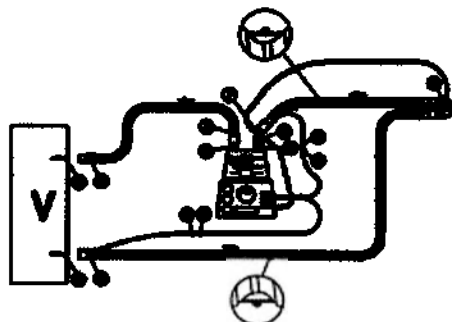
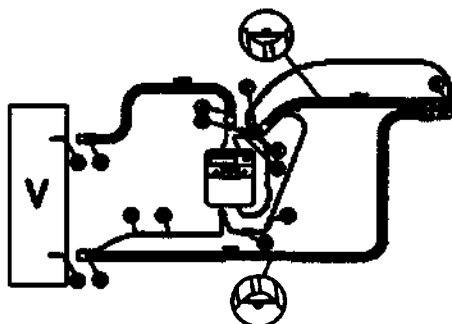

Рисунок 2
Рисунок 3
9. Информация о порядке установки, монтажа, настройки, калибровки и иных действиях, необходимых для ввода медицинского изделия в эксплуатацию	ИНСТРУКЦИЯ ДЛЯ ПОЛЬЗОВАТЕЛЯ: Для того чтобы присоединить контур к увлажнителю вентилятора, надо сделать следующее: 1. Извлеките контур из заводской упаковки. 2. Присоедините не нагреваемую часть патрубка вдоха (A) к входу увлажнителя (A1). 3. Присоедините второй патрубок вдоха (B) к выходу увлажнителя (B1). 4. Присоедините магистраль вдоха контура (C) к порту вдоха аппарата ИВЛ (C1). 5. Соедините магистраль выдоха контура (D) с портом выдоха аппарата ИВЛ (D1). 6. Вставьте температурный датчик больного в соответствующий порт коннектора (E). 7. Если увлажнитель снабжен датчиком мониторинга температуры газа на выходе, датчик следует вставить в порт коннектора на выходе увлажнителя (F). Некоторые контуры могут быть снабжены двумя соединителями с выходными отверстиями увлажнителей; прозрачный предназначен для увлажнителей F&P™ MR 730, HUDSON RC1™* и Bear™*; тогда как зеленый – только для увлажнителя F&P™ MR 850. Перед подсоединением зонда, убедитесь в том, что соединитель, вставленный в отверстие для увлажнителя совместим с применяемым увлажнителем. Применение несовместимого соединителя может привести к неправильной его работе или выходу из строя. 8. С помощью специального адаптера (переходника) соедините электрический коннектор провода нагрева (G) вдоха с соответствующим гнездом питающего кабеля увлажнителя (G1). 9. Если двойные дыхательные контуры используются с устройством Fisher & Paykel™* (рис. 2), красный электрический коннектор магистрали вдоха (G) соединяется с красным патрубком адаптера (G1), а синий электрический коннектор магистрали выдоха (H) – с синим патрубком адаптера (H1). 10. Если используется двойной дыхательный контур для увлажнителя HUDSON RC1™* (рис. 3), следует применять два адаптера. Соединение осуществляется следующим образом: ♦ голубой электрический коннектор магистрали вдоха (G) с помощью адаптера присоединяется к короткому концу кабеля увлажнителя с голубым коннектором (G1); ♦ желтый электрический коннектор магистрали выдоха (H) с помощью адаптера присоединяется к длинному концу кабеля увлажнителя с